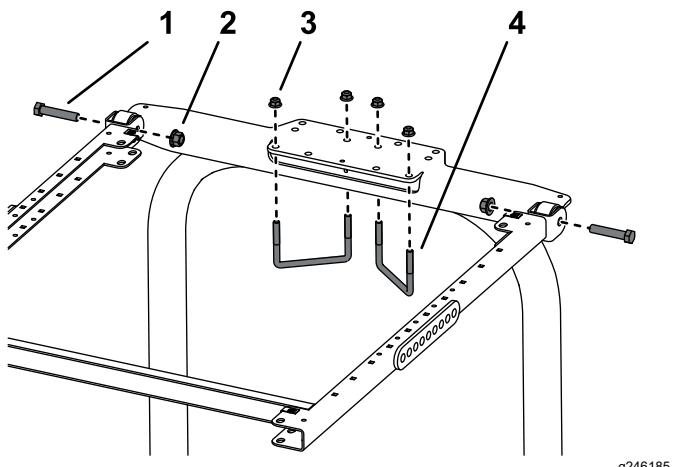

Figure 25
8. Placez le support du ROPS au sommet de l'arceau de sécurité du groupe de déplacement (Figure 25).
- 9. Utilisez les trous indiqués à la Figure 25 pour fixer le support au sommet de l'arceau de sécurité à l'aide de 2 étriers filetés ($4\frac{1}{2}$ " x 2 $\frac{3}{4}$ ") et de 4 écrous à embase.